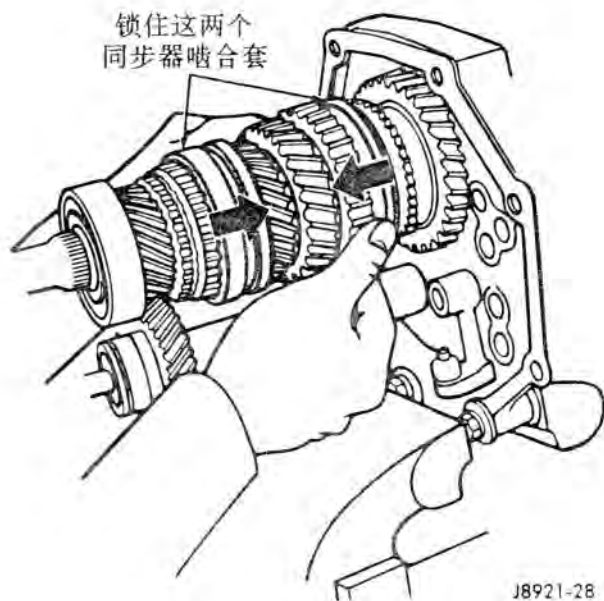

图 28 固定输出轴上齿轮
(2) 使两个同步器啮合套与齿轮接合齿圈啮合以固定输出轴上齿轮 (图 28)。